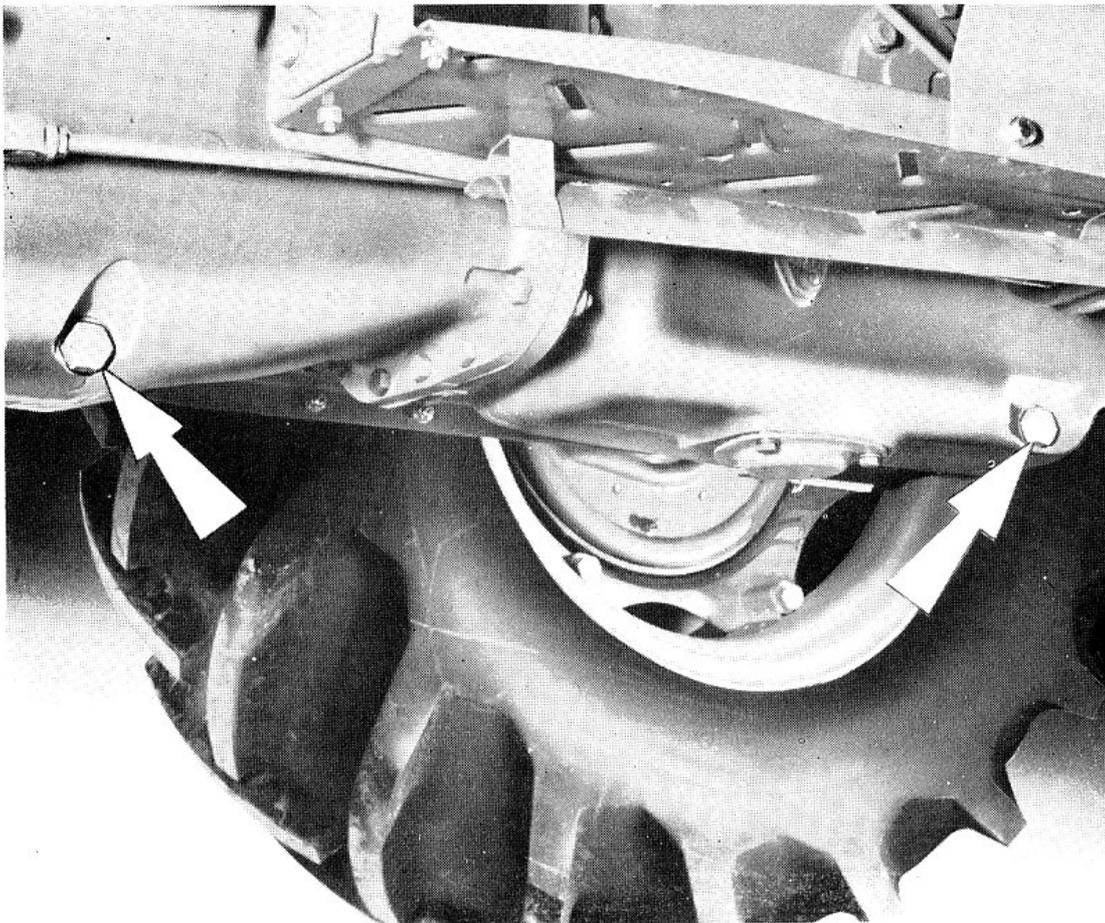

FIG. 23
1. Déposer les deux bouchons de vidange (Fig. 23) et le bouchon de remplissage.